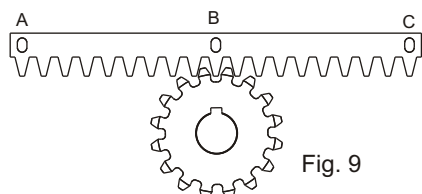
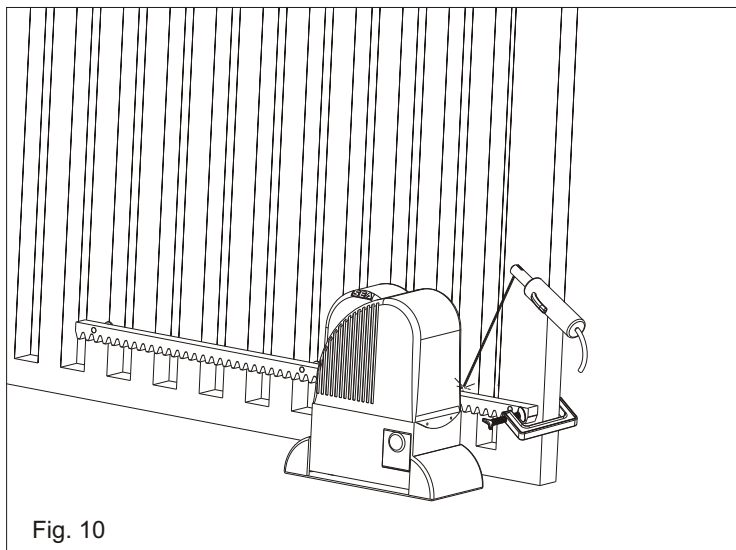

Fig. 9
Fig. 10
6.3. Apoyar el elemento de cremallera al piñón dentado del motorreductor de manera que sea paralela a la guía a piso de la cancela y posicionándolo como en la Fig. 9 y puntear con electrosoldadura el distanciador central B a la estructura de la cancela (Fig. 10). Mover manualmente la cancela hasta llegar al distanciador C en correspondencia del piñón, luego puntear con electrosoldadura. Efectuar la misma operación para el distanciador A, después de haberlo llevado en correspondencia del piñón;